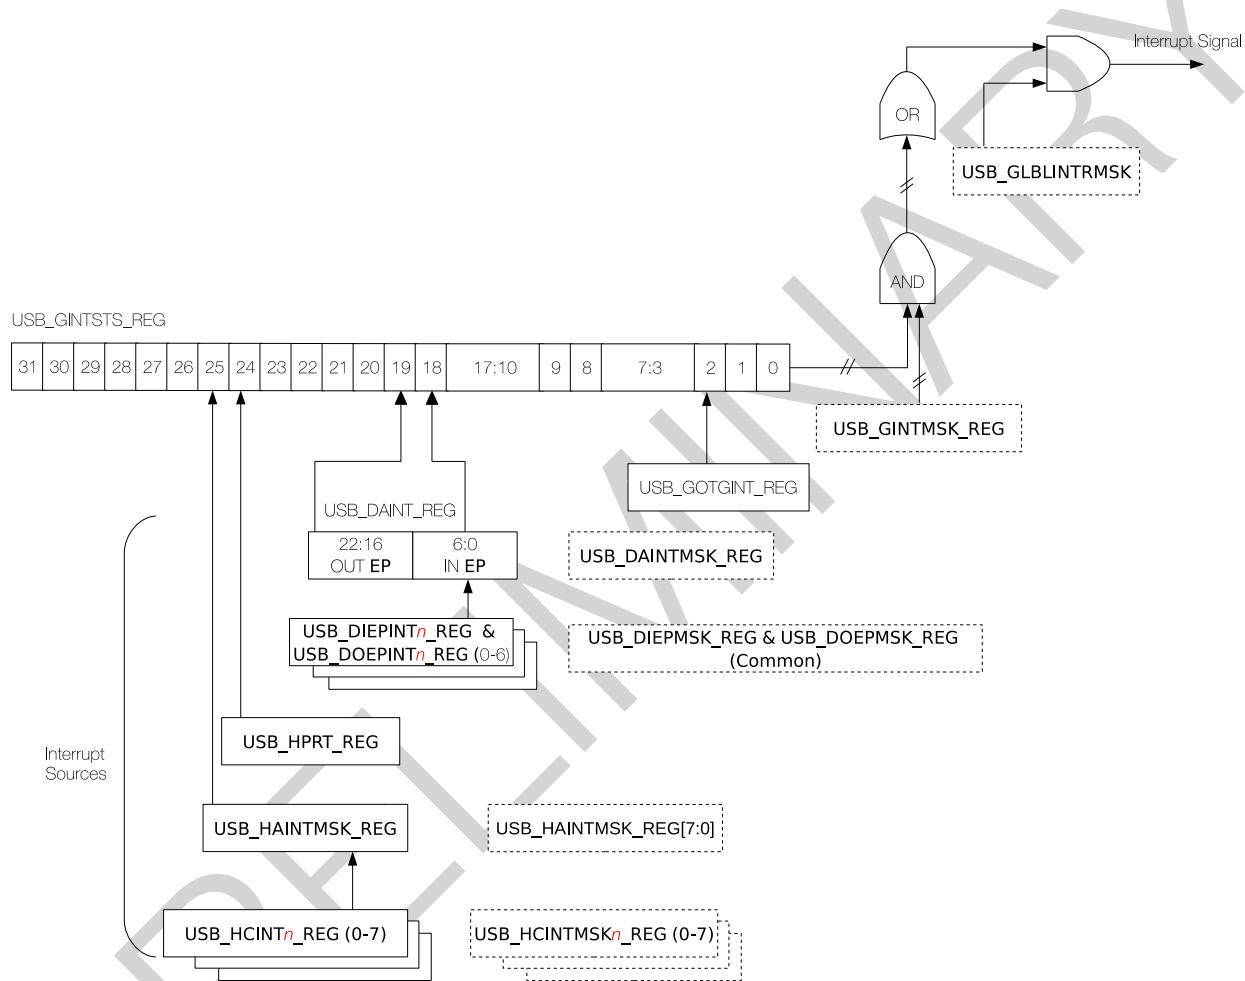

图 28-5. OTG_FS 中断层次结构图
OTG_FS 有一条中断线，可以通过中断矩阵连接到一个 CPU。可以通过置位 USB_GLBLINTRMSK 来显示中断信号。OTG_FS 中断是 USB_GINTSTS_REG 寄存器中所有位的或 (OR)，且置位 USB_GINTMSK_REG 寄存器中的相应位可以使能 USB_GINTSTS_REG 中的位。USB_GINTSTS_REG 包含系统级中断，还包含主机或设备模式专有的中断位以及 OTG 有关中断。OTG_FS 中断源的层次结构如图 28-5 所示。